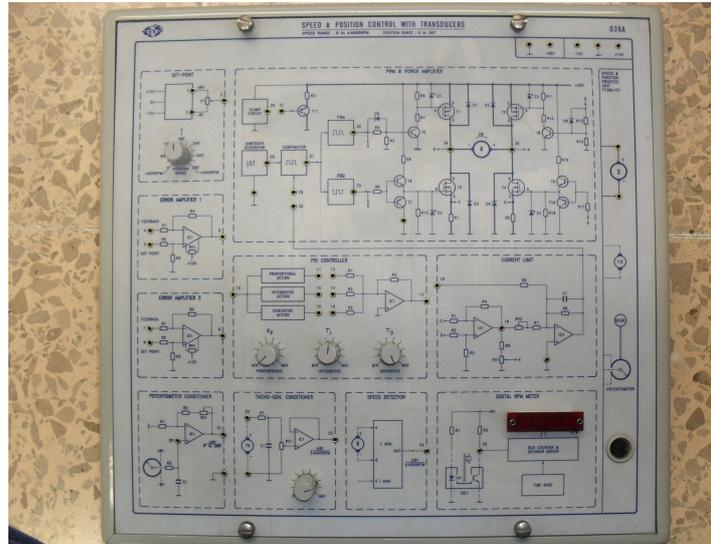

Figura 62: Módulo de Posición-Velocidad
- Módulo de Posición-Velocidad *G36/EV*, ver figura 62.